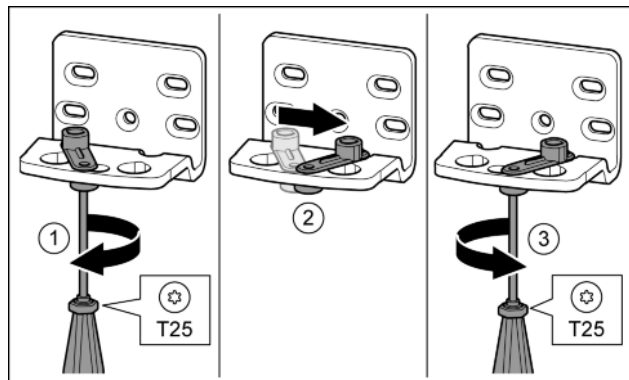

Fig. 17
- ▶ Desfaceți șurubul cu șurubelnița T25. Fig. 17 (1)
- ▶ Ridicați dispozitivul auxiliar de închidere a ușii și rotiți-l cu 90° spre dreapta în orificiu. Fig. 17 (2)
- ▶ Înșurubați ferm șurubul cu șurubelnița T25. Fig. 17 (3)